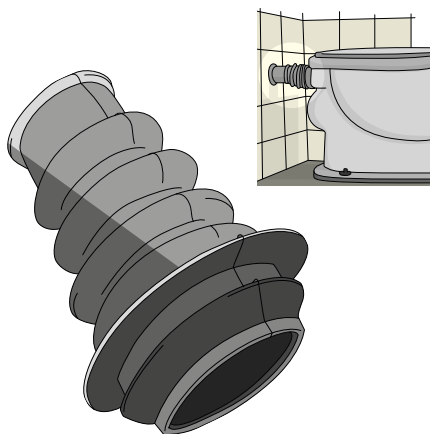

Fig. 34
- Comience cerrando la llave de paso. Vacíe el depósito y luego séquelo por dentro y por fuera. Prepare la masilla o pegamento para cerámicos siguiendo las indicaciones del fabricante y aplíquelo (Fig. 34).